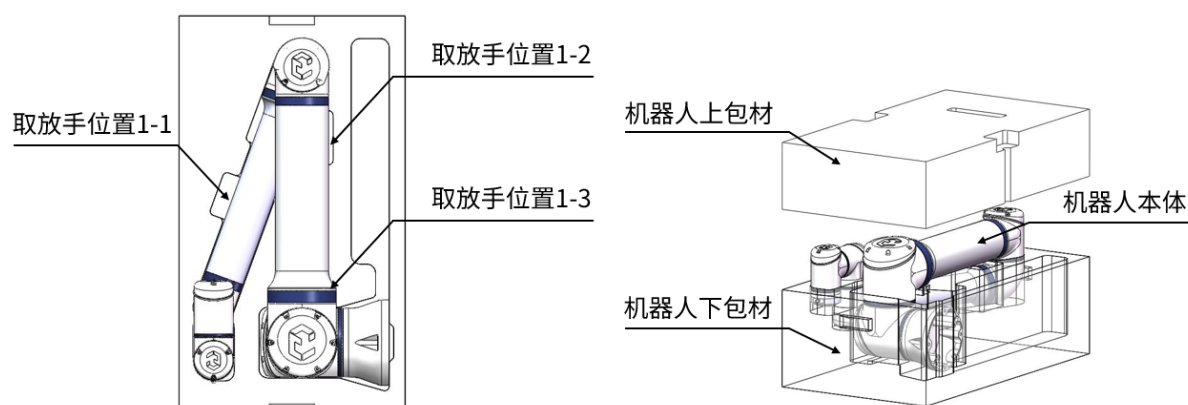

图 6-2: 机器人打包图 2
2. (A1: 180°、A2: -180°、A3: 160°、A4: -70°、A5: 180°、A6: -45°)，如图 6-2 所示。